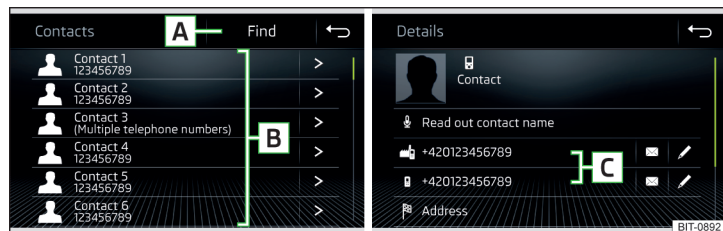

Fig. 148 Lista contactelor telefonice/detaaliile contactului
- În meniul principal *Telefon*, acționați suprafața de comandă funcții ☞, se afișează o listă a contactelor telefonice » fig. 148.